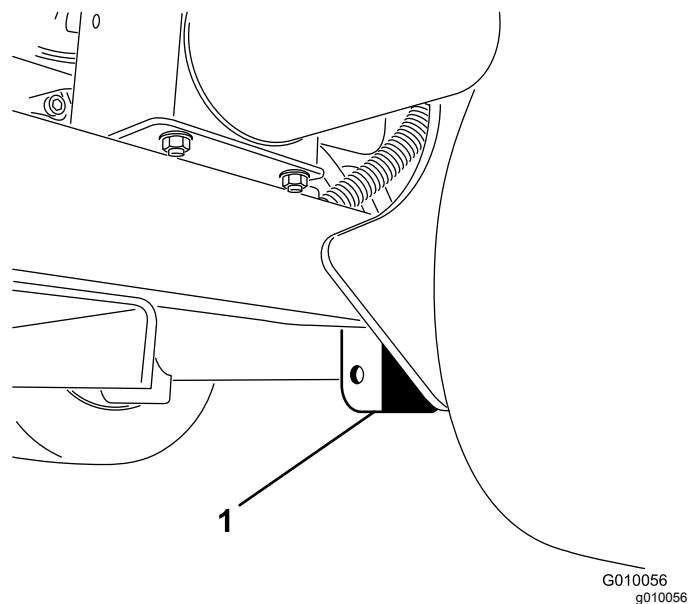

図 42
3. 後ホイールのすぐ内側にあるフレームプレートの下にジャッキを確実に置く 図 42。